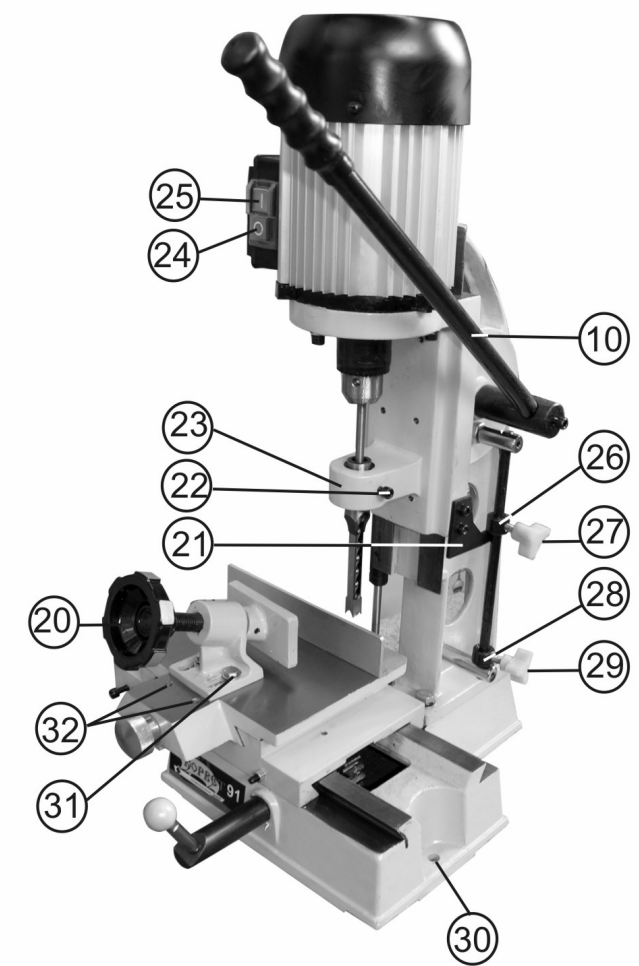

Рис.3
**8.1. Монтаж и установка станка (Рис.3)**
8.2.1. Как показано на Рис.3, установите и болтом (Г), Рис. 1, закрепите рычаг (10).
#### 9.2. Регулировка прижимного устройства (Рис.3,5)